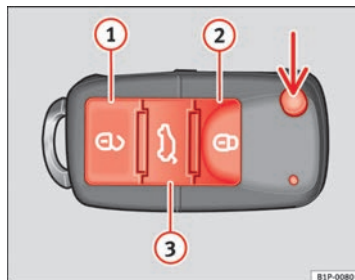

Fig. 46 Teclas de la llave con mando a distancia
Con la tecla ⇒ fig. 46 (flecha) del mando, se desbloquea el paletón de la llave.
Desbloqueo del vehículo  ⇒ fig. 46 ①.
Bloqueo del vehículo  ⇒ fig. 46 ②.
Desbloqueo del portón trasero. Pulse la tecla  ⇒ fig. 46 ③ hasta que todos los intermitentes del vehículo parpadeen brevemente. Al pulsar la tecla de desbloqueo  ③, dispone de 2 minutos para abrir el portón. Una vez transcurrido este tiempo se bloqueará de nuevo.
- Pulse la tecla  ② ⇒ fig. 46 del mando a distancia.
- Pulse la tecla  ① ⇒ fig. 46 del mando a distancia.